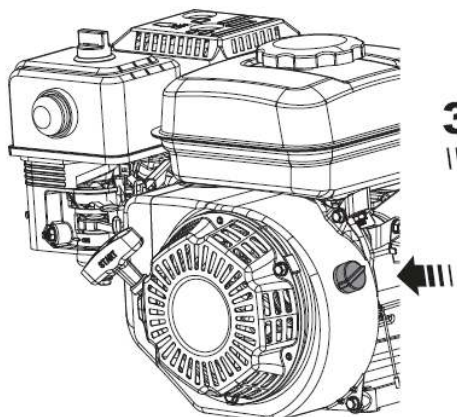

Рис. 24
6. Выключатель зажигания (рис. 24) установите в положение «ON» (включено).